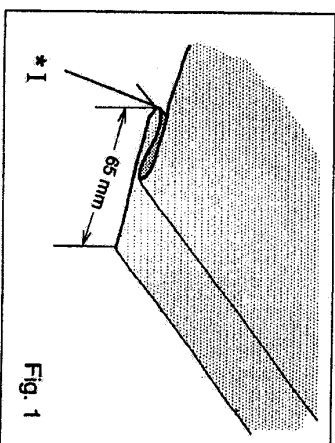

Fig. 1
1. Turn up the hem to the required depth and press. Fold the hem back against the 'right' side of the garment, creating a 'soft' fold on the 'wrong' side of the fabric - see Fig. 1.
1. Replier le tissu sur l'envers à la profondeur désirée pour l'ourlet et repasser le pli. Rabattre l'ourlet vers l'endroit du tissu en ne laissant dépasser qu'un faible bord du côté envers (Fig. 1).
Con el reverso del material hacia arriba hacer cuidadosamente el primer pliegue trayendo el resto del material de la izquierda para hacer un segundo pliegue o doblado en la parte superior cerca del borde del material (Ver Fig. 1).
1. Risvoltare l'orlo alla richiesta profondità e pressare. Piegare indietro l'orlo contro il lato destro dell'indumento con una piega soffice sul rovescio del tessuto. Vedere Fig. 1.
- Zie Fig. 1.